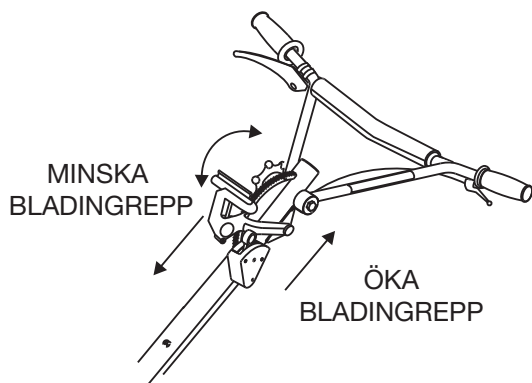

Bild 29. Quick-Pitch™ T-handtag
1. Vinkla bladen uppåt med **“Quick-Pitch™” T-handtaget**, (bild 29) genom att trycka på avtryckaren och dra **T-handtaget** mot operatören. Om du trycker **T-handtaget** mot motorn kommer alla blad att ligga platta.